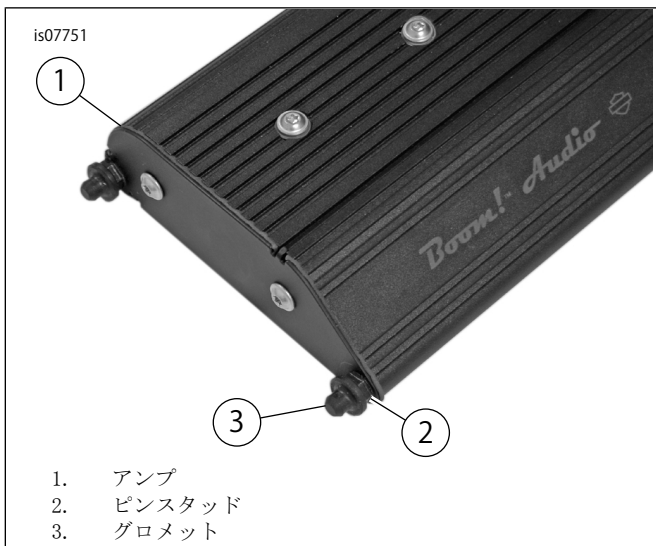

図6。アンプのピンスタッド
7. 「図6」を参照してください。アンプにピンスタッドを取り付けます。締め付ける。